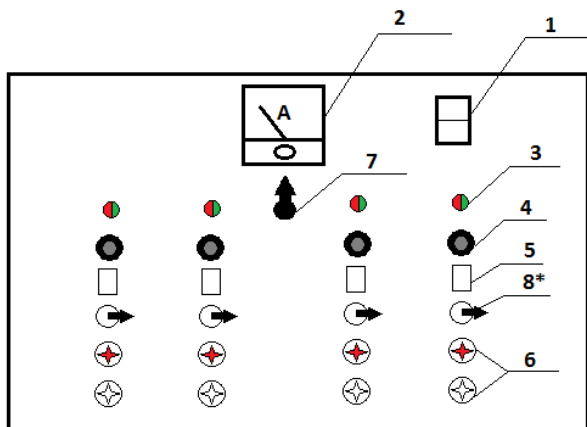

Рис. 1 Общий вид.
4.1. Устройство представляет из себя прямоугольный блок. В корпусе расположены узлы и блоки, обеспечивающие требуемые режимы заряда и контроля состояния АКБ. Внешний вид прибора изображен на рис. 1.